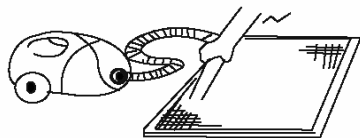

Fig. 1
- O lado da entrada do ar deve ficar virado para cima quando utilizar um aspirador. (Veja a Fig. 1)